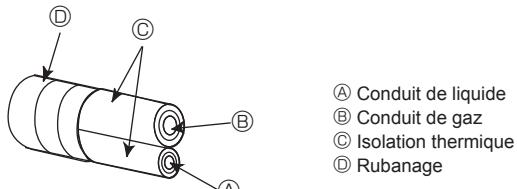
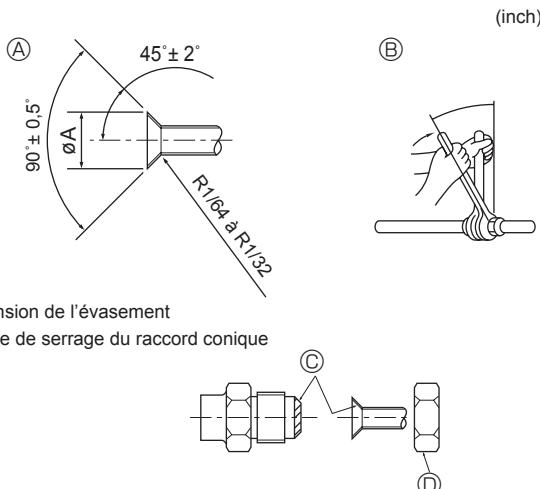

Fig. 4-1
Fig. 4-2
④ (Fig. 4-1)
⑤ (Fig. 4-1)
### 4.2. Connexion des tuyaux (Fig. 4-1) (Fig. 4-2)
En cas d'utilisation de tuyaux en cuivre disponibles sur le marché, isoler séparément les tuyaux de liquide et de gaz avec un matériau isolant vendu dans le commerce (résistant à une température de 100 °C, 212 °F ou plus, et d'une épaisseur de 12 mm, 1/2 inch ou plus). (Fig. 4-1)
[Fig. 4-2]